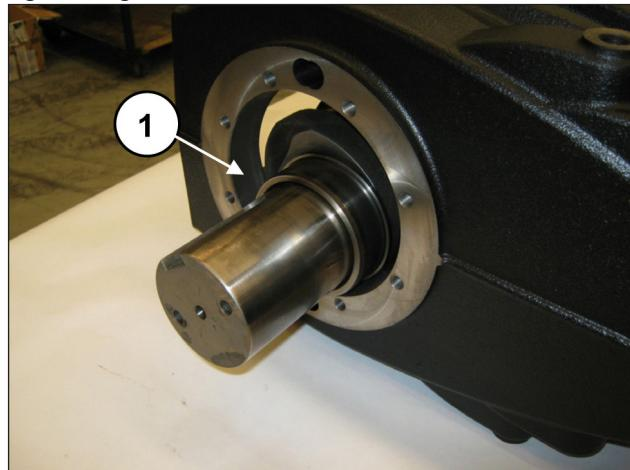
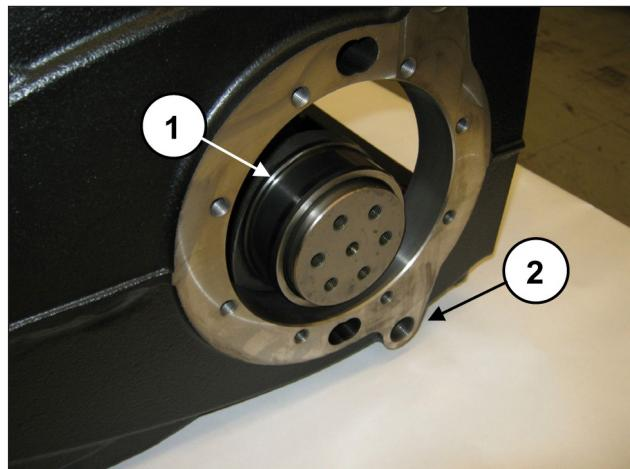

Fig. 51
Fig. 52
Monter impérativement le vilebrequin avec le côté prise de force du côté opposé des trous G1/2" pour les bouchons de vidange d'huile du carter de pompe (rep. ②, Fig. 52).
S'assurer que l'arbre est bien engagé dans le carter (rep. ①, Fig. 51 et Fig. 52).